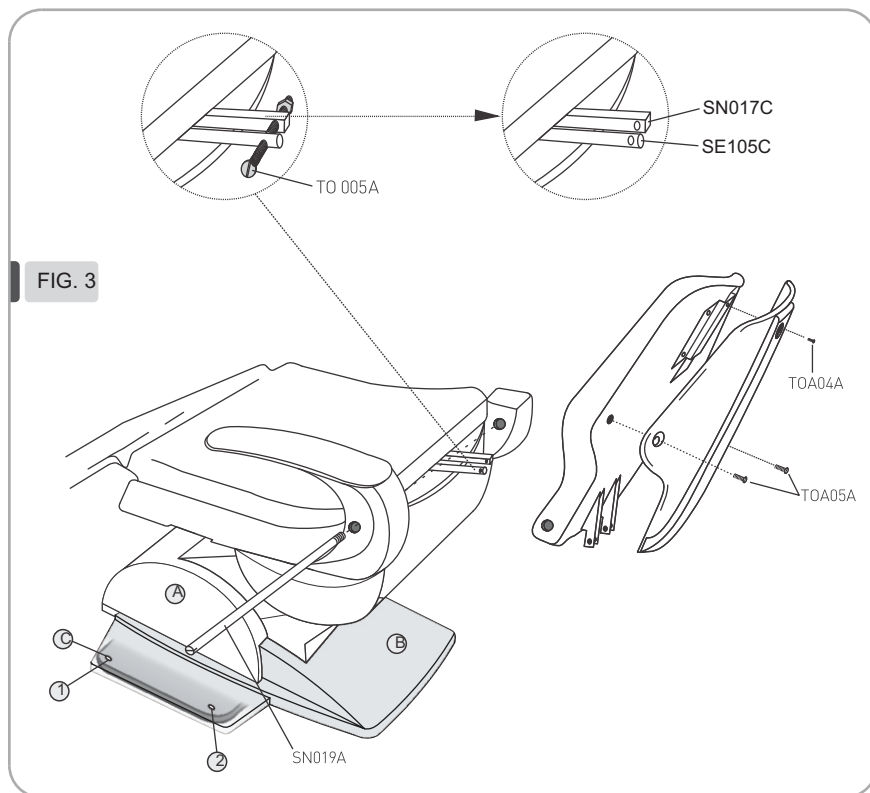
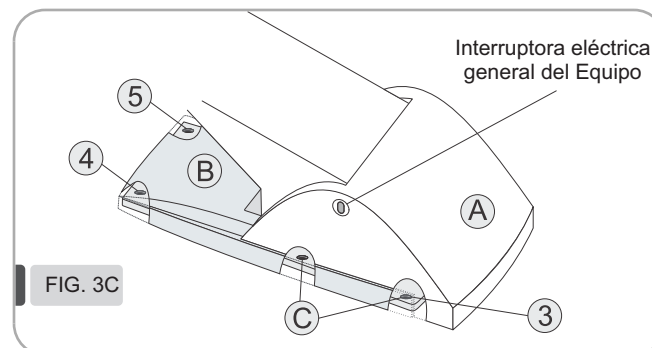

FIG. 3
FIG. 3C
Si es posible transportar el cajón hasta el recinto donde se instalará el Sillón. Retirar la tapa del mismo. Retirar las dos cajas apoyadas sobre el asiento. Retirar los laterales del cajón. "Sosteniendo" en el extremo anterior del asiento, retirar el tornillo TO005A (FIG 3) elevar el extremo anterior del asiento colocándolo aproximadamente horizontal; así se podrá traccionar hacia arriba la carcasa (A) (FIG 3C) separándola de la carcasa (B). Ahora ver Figura 8. Desconectar la ficha 220V. Elevando 2-3 cm la parte anterior de la carcasa (B) ésta se podrá retirar hacia la parte posterior del sillón. Quedarán a la vista 3 tornillos que lo amuran a la tarima (C) de las Figuras 3 y 3C) retirarlos. Deslizar el sillón de su tarima al sitio definitivo.
#### Ahora ver Fig. 3 y 3C